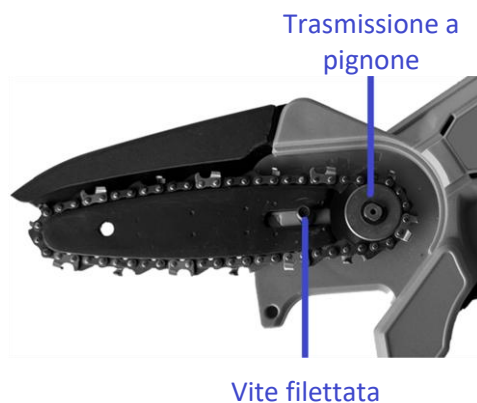

Fig. 2
- Ruotare il blocco del coperchio del pignone (2) in senso antiorario per rimuovere il coperchio del pignone.
- Montare la barra di guida (con la nuova catena della sega) sulla vite filettata con la catena disposta attorno alla trasmissione a pignone, in modo che la barra di guida possa adattarsi nella posizione illustrata nella Fig. 2.
- Ruotare il tendicatena (10) per regolare correttamente la tensione della catena.